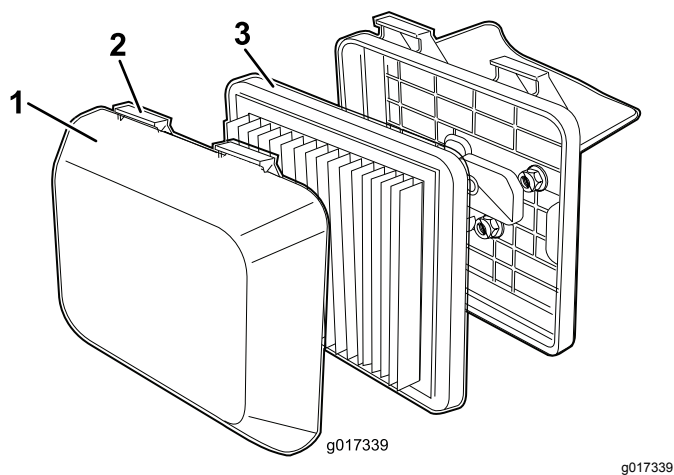

图20
1. 向下按空气滤清器盖子顶部的门锁袢扣 图20。
3. 拆下过滤器 (图20)。